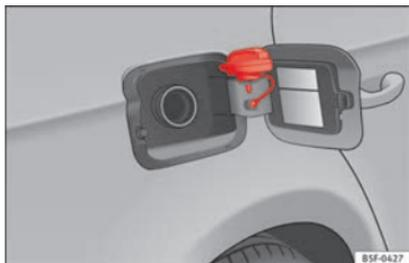

Fig. 42
- Colóquelo en el espacio que hay en la bisagra de la tapa abierta » fig. 42.